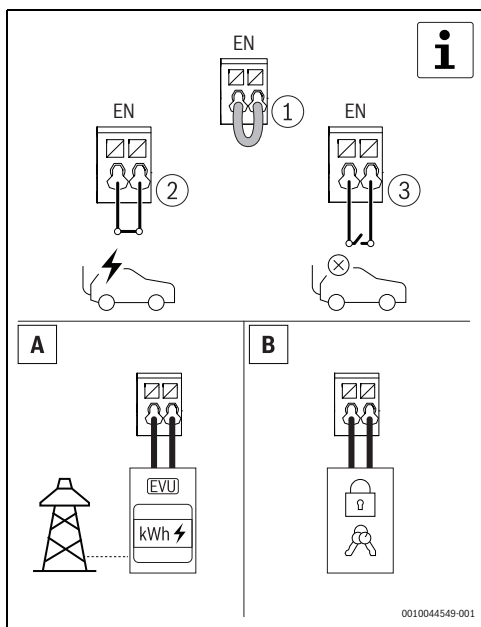

Fig. 119 Valgfrit digitalt input
- ▶ Lås Power Charge 7000i op med RFID-kortet, appen eller med den eksterne blokeringsenhed. Dette trin er valgfrit (→ fig. 119 og 6.1.5, side 112).